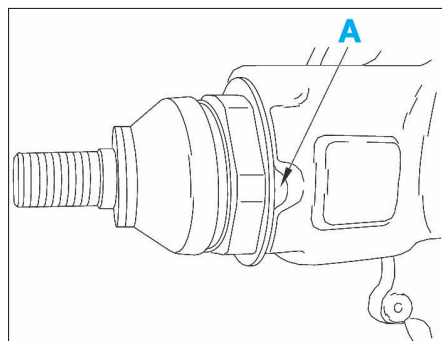

FIG. 25
- Reposer la rotule de pivot (2) et la serrer à 23 daN.m.
- Freiner la rotule dans les encoches (A) du pivot (Fig.25).
- Engager la tôle (1) neuve sur le corps de la rotule.
- Immobiliser la tôle en la déformant en (B) sur un des crans de la rotule.